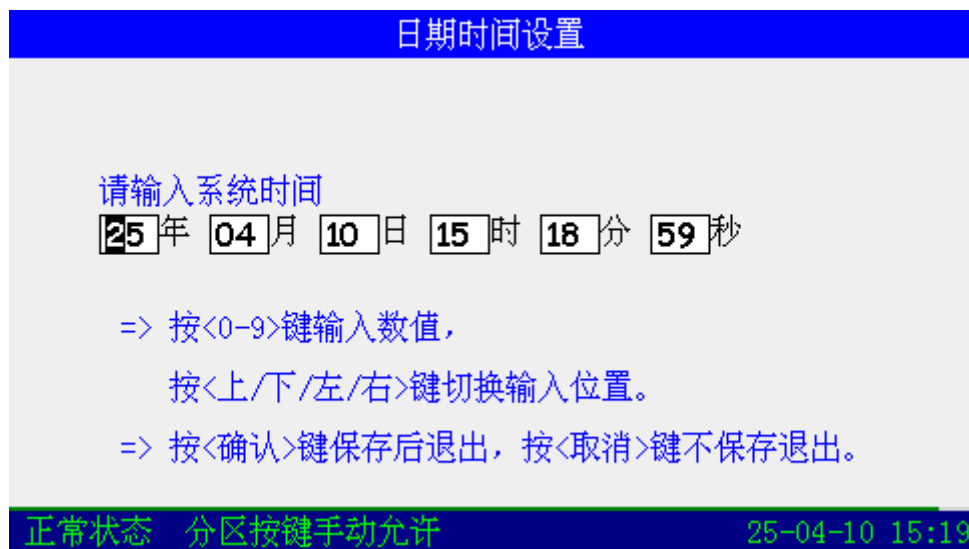

图7-25
- 输入用户密码并确认后，屏幕显示出如图7-25所示的界面：